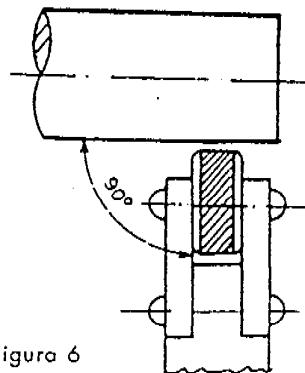

Figura 6
- b. El alineamiento ( el moleteador deberá fijarse perpendicular a la superficie a ser moleteada - Figura 6 ).